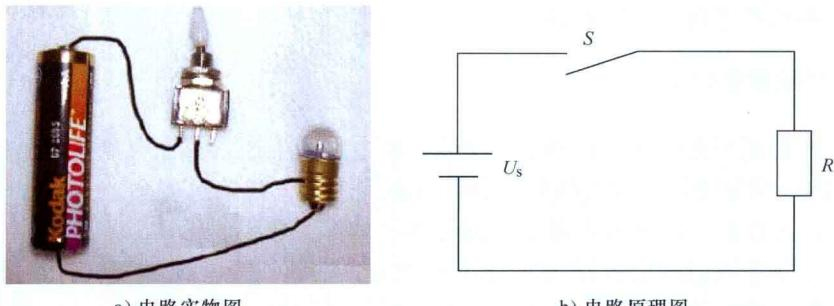

图 1-5 电路的组成与表示
1) 电路就是由一些元器件组成的电流流通通路。一个简单的电路一般由电源、负载、导线、控制装置、保护装置几部分组成,如图 1-5 所示。